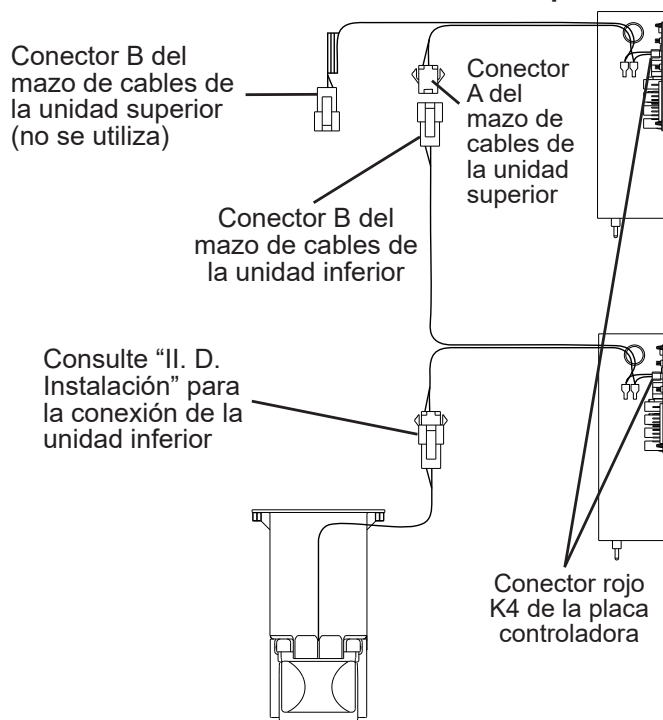

Fig. 6
- 7) Retire el soporte del cable de control de la cubeta del interior de la unidad superior. Consulte la Fig. 6. Deje el conjunto de control de la cubeta de la unidad superior en su posición original. No se utilizará.